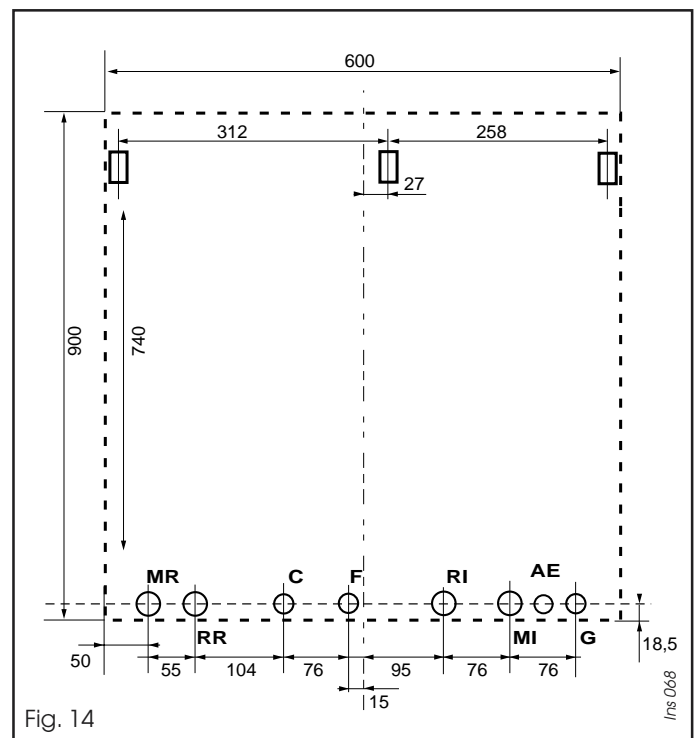

Fig. 14
- Percer trois trous pour l'accrochage de la chaudière (voir Fig. 14) et mettre en place des vis à expansion à crochet.